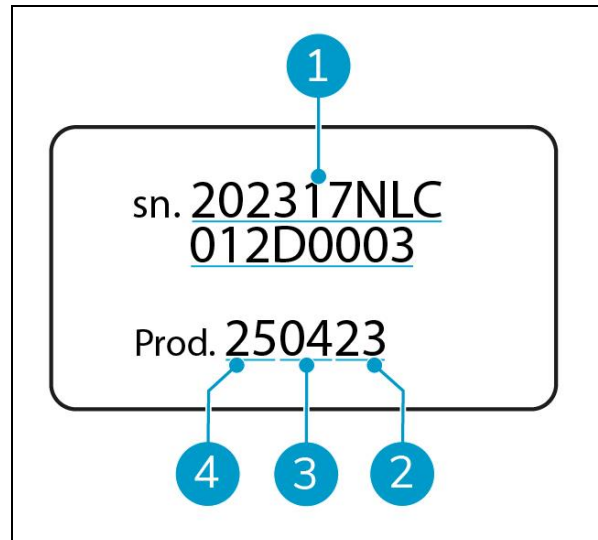

Abbildung 3
- Seriennummer (Abbildung 3, Pos. 1).
- Produktionsjahr (Abbildung 3, Pos. 2).
- Produktionsmonat (Abbildung 3, Pos. 3).
- Produktionstag (Abbildung 3, Pos. 4).